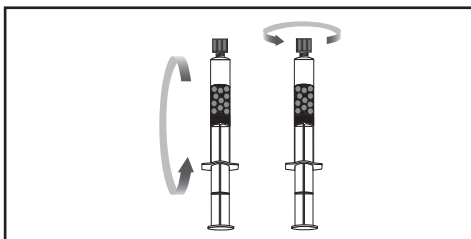

Figure 5b.
2.3 Mélanger en retournant/agitant doucement la seringue de chargement toutes les 5 minutes (figure 5b). Ne pas secouer trop fort, cela risque d'entraîner la formation de mousse.